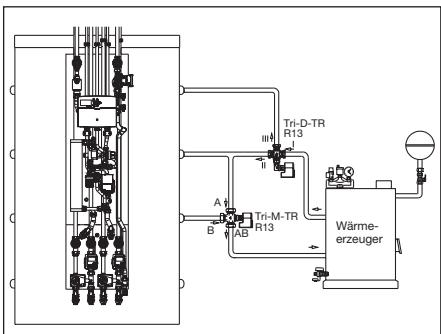

Abb. 5.5 Montage Stellantrieb
6. Montieren Sie die Stellantriebe (siehe Abb. 5.5).